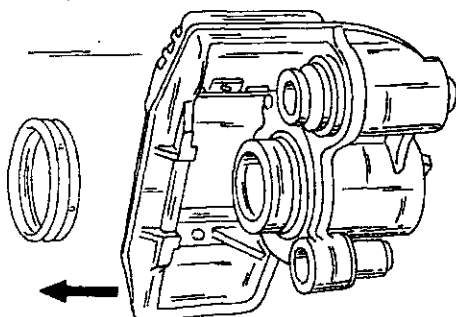

Рис. 266. Снятие пылезащитного кольца из поршня и корпуса цилиндра.
- Закрепить тормозной суппорт в тисках и вытащить пылезащитное кольцо из цилиндра (см. Рис. 266). При этом следует осторожно приподнимать уплотняющие губки отверстия.
- Вытащить острым предметом из отверстия цилиндра уплотнение (4), не повредив при этом стенки отверстия. Уплотнение сразу же выбросить, так как оно должно заменяться.